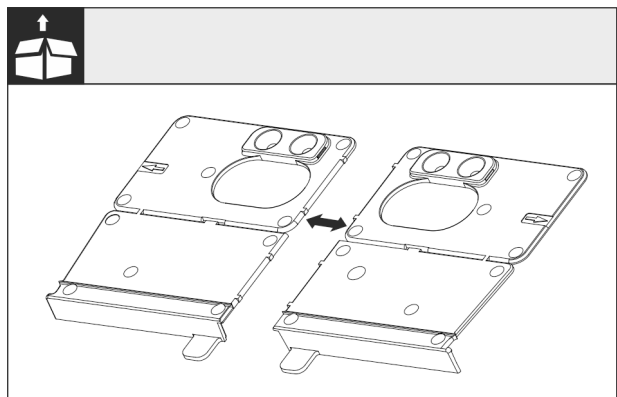

Fig. 27
- Separar la escuadra de montaje de la base Fig. 27 (I) por la perforación.